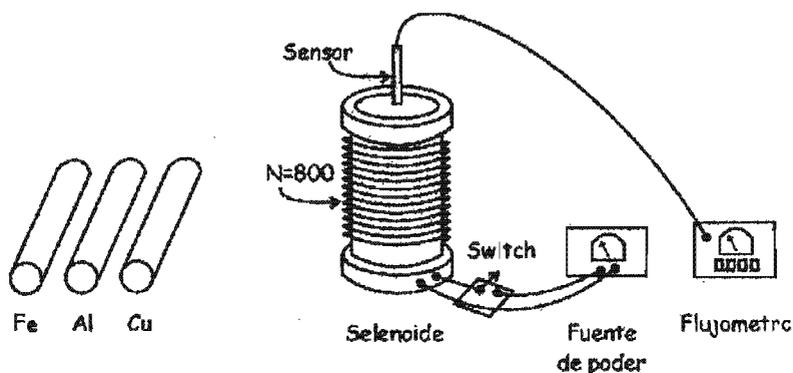

Figura 3.31
- Conecte la fuente de poder al solenoide como se muestra en la figura 3.31.